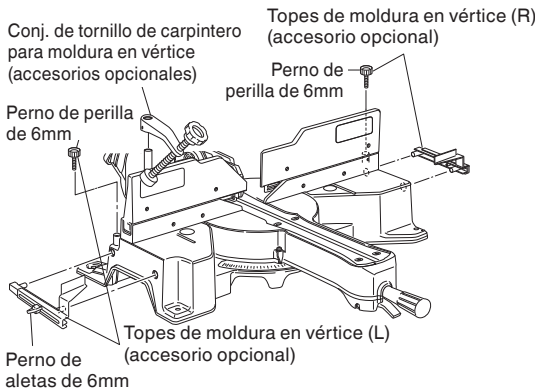

Fig. 45-a
- (1) Las topes de moldura en vértice (L) y (R) (accesorios opcionales) permiten facilitar los cortes de la moldura en vértice, sin inclinar la hoja de sierra. Instálaslas en ambos lados de la base, tal como se muestra en la Fig. 45-a. Después de la inserción, apriete el perno de perilla de 6mm para asegurar los topes de moldura en vértice.
- Conj. de tornillo de carpintero para moldura en vértice (Incluye tope de moldura en vértice (L))
- Tope de moldura en vértice (L)
- Tope de moldura en vértice (R)